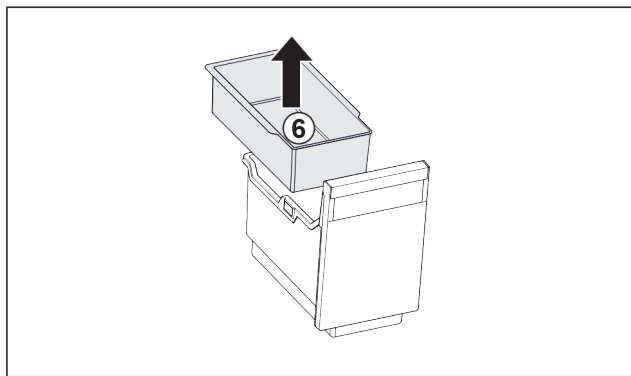

Fig. 105
- ▶ Извлеките Fig. 105 (6) подвесной лоток.